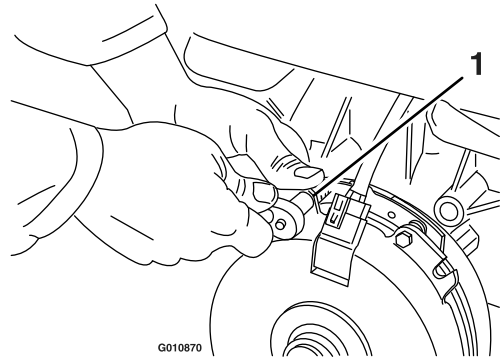

Figure 70
- A. Desserrez les boulons de fixation du frein d'un demi à un tour complet, comme montré à la Figure 70.